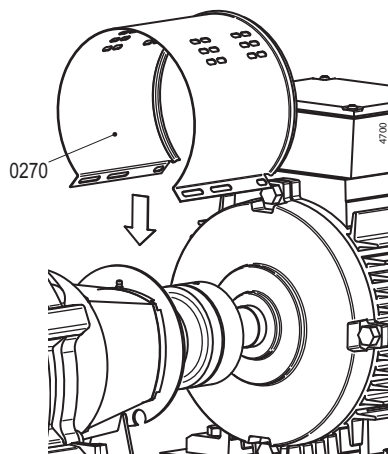

Abbildung 6: Montieren der Haube auf der Motorseite.
- 2 Die beiden Schutzhauben (0270) entfernen. Siehe Abbildung 6.